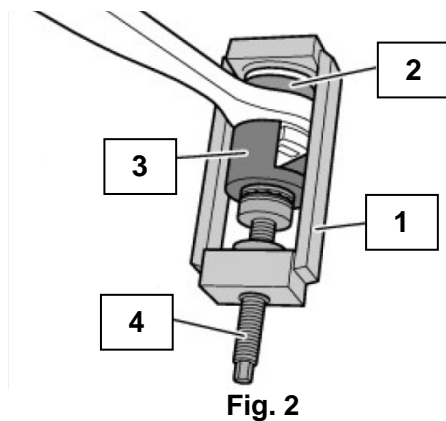

Fig. 2
2. Engagez le côté ouvert de la douille de pression (2) par le haut sur l'articulation.
3. Dévissez suffisamment la broche hors du cadre de pression (1).
4. Placez la douille de retenue (3) sur la broche (4), en dirigeant l'encoche vers l'articulation (voir Fig. 2).
5. Montez le cadre de pression (1) par-dessus l'articulation. Veillez à ce que la douille de pression (2) soit logée dans l'alésage du cadre de pression et que l'encoche de la douille de retenue (3) soit correctement aligné avec l'articulation (voir Fig. 2).